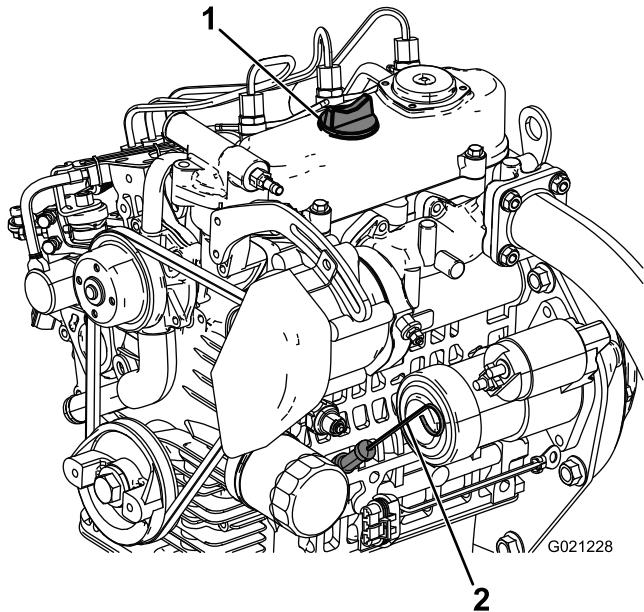

Figure 15
2. Retirez la jauge (Figure 15) et essuyez-la sur un chiffon propre.
3. Remettez la jauge dans le tube en l'enfonçant au maximum (Figure 15).
4. Ressortez la jauge et contrôlez le niveau d'huile (Figure 15).
5. Si le niveau est trop bas, enlevez le bouchon de remplissage (Figure 15) et ajoutez la quantité d'huile nécessaire pour amener le niveau au repère maximum sur la jauge.
6. Revissez la jauge solidement en place (Figure 15).